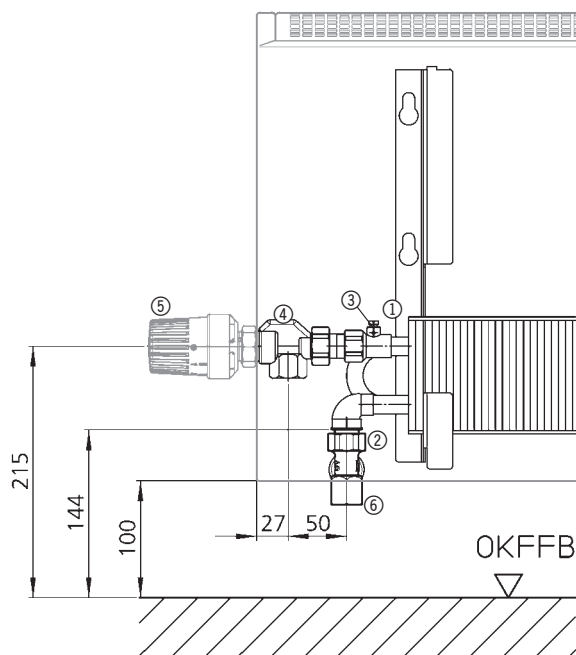

Рис. 5: Размеры для подключения вентиля
- Затем подключите теплообменник в соответствии с рис.5 на прямой ① и обратный ход ②. С этой целью Вы можете использовать арматуру для подключения вентиля 1/2" тип 126102 ④ ⑥ из ассортимента арматуры Кампманн.
- Установите вентиль для выпуска воздуха ③ на патрубок прямого хода. При этом соблюдайте указанные расстояния для монтажа.
- Затем установите терморегулятор типа 110210 (5) согласно рис.5.